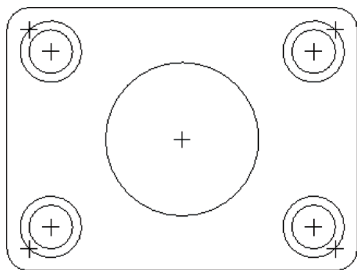

图 2-37 打开模型文件
STEP 01 单击快速访问工具栏中的“打开”按钮，打开模型文件，如图 2-37 所示。